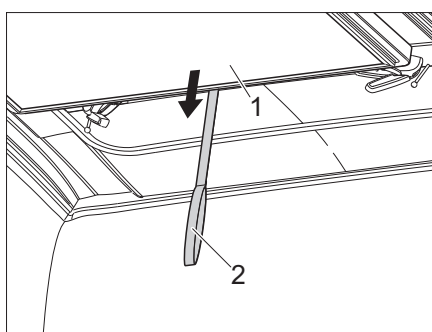

Figura 20 Tirar de la superficie de reposo hacia abajo (Campstar)
- Tirar la superficie de reposo (Figura 20,1) de la correa (Figura 20,2) hacia abajo.
- ▷ Antes de cerrar el techo elevable, tirar de la superficie de reposo (Figura 20,1) hacia abajo. **No** tirar de la superficie de reposo y del techo elevable al mismo tiempo hacia abajo.